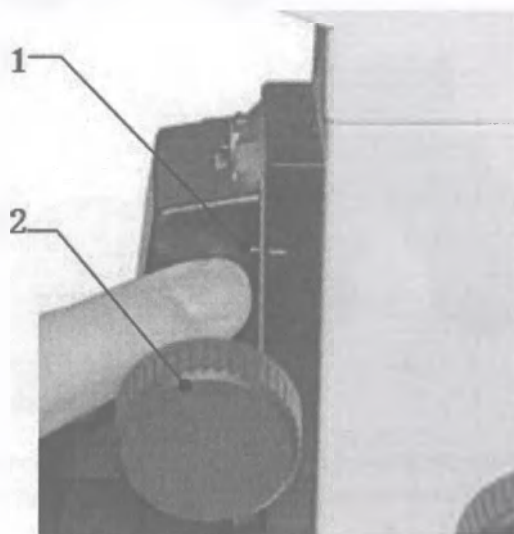

Рисунок 6. Установка конденсора.
Установите конденсор в рабочее положение, перемещая винт (2). Рисунок 6.